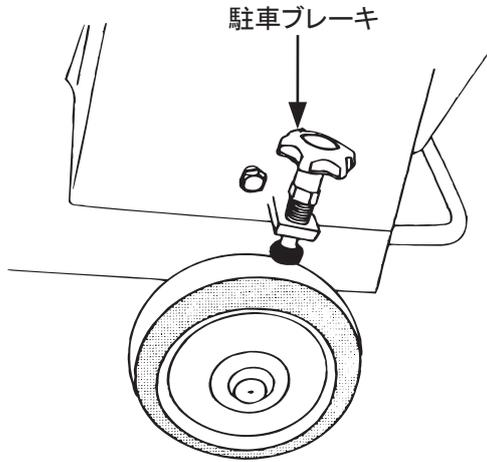

図 9
- 左側（操作者側から）の後車輪には駐車ブレーキが付いています。ノブを右（時計方向）に回すとブレーキがかかり、左へ回すとブレーキが解除されます。作業前にはブレーキを解除してください。（図9）